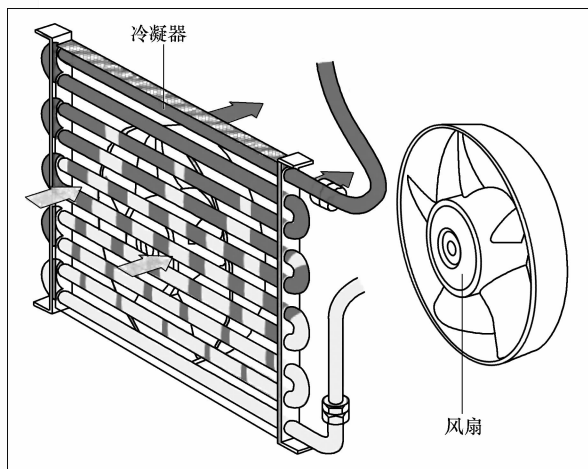

图 3-30 冷凝器
2) 定期清洗冷凝器。拆卸冷凝器用压缩气体和低压水枪清洗冷凝器,除去冷凝器上的污垢和堵塞的杂质,保证冷凝器的正常工作。冷凝器如图 3-30 所示。